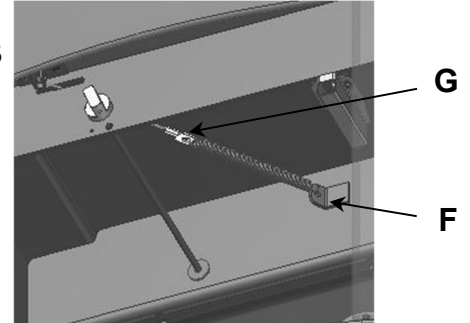

Abb.7
Die beweglichen Teile des Türverschlusses, -gestänges und der Scharniere, müssen regelmäßig durch den Bediener nachgefettet werden. Benutzen Sie dazu bitte ein hitzebeständiges Fett (temperaturbeständig bis 1.100°C; z. B. Kupferpaste). Die Türfeder ist aufgrund der auf Sie einwirkenden hohen thermischen Belastungen ein Verschleißteil und besitzt daher nur eine begrenzte Funktions- und Nutzungsdauer. Sollte die Federspannung im Laufe der Nutzung des Gerätes nachlassen und die Türe nicht mehr selbsttätig schließen, ist diese auszutauschen. Hierzu ist die Bedientür im unteren Bereich zu öffnen, und dass sich dahinter befindliche Hitzeschutzblech durch Lösen der Muttern vorsichtig zu entfernen. Entfernen Sie dann das sich hinter der Abdeckung befindliche Bodenstrahlenschutzblech (A) Abb.6 durch Lösen der Sechskantmutter (B) Abb.6. Anschließend die Feder an der Befestigungsschelle (F) Abb.7 und an der Seil-Öse (G) Abb.7 aushängen und die neue Feder einhängen. Das erforderliche Wiedermontieren aller Hitze- und Bodenstrahlenschutzbleche -erfolgt in umgekehrter Reihenfolge.